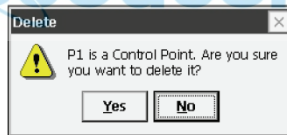

Figura 2-39. Mensaje de borrado
- *Overwrite*: los elementos importados sustituirán a los existentes. Si el objeto representa un punto de control se mostrará un cuadro de confirmación del borrado del punto (Figura 2-39).